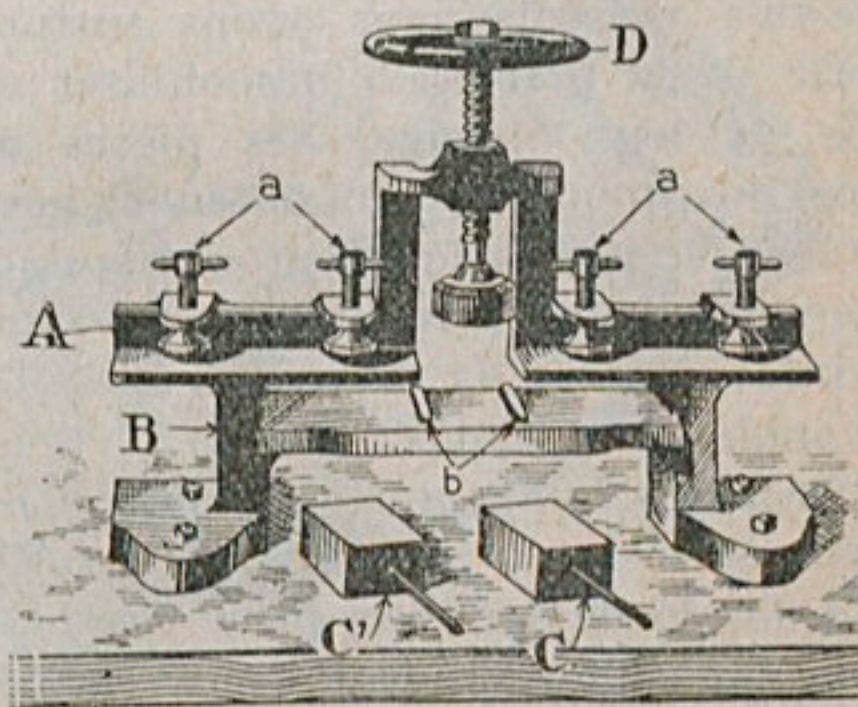

Figure 28.
B) *Avec la machine à braser « Bloc-Pressé ».* — Cet outil convient aux ateliers de quelque importance (fig. 28).